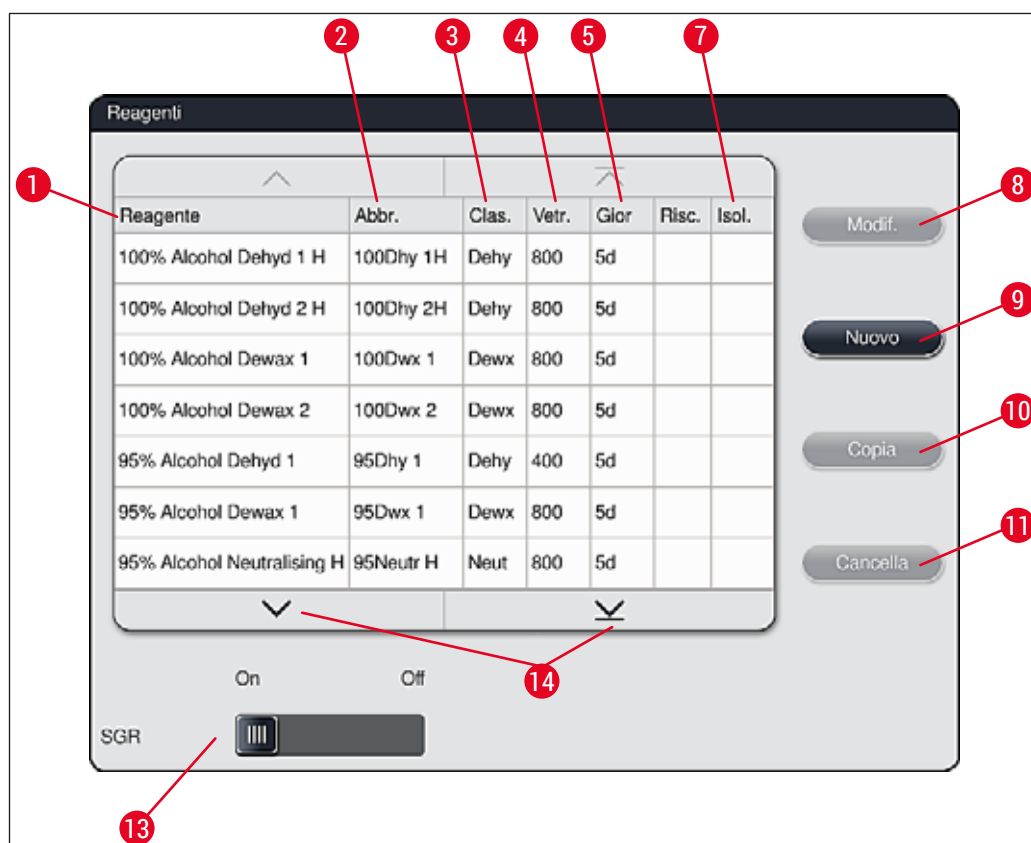

Fig. 36
- Nell'elenco reagenti (→ "Fig. 36") selezionare il reagente da copiare toccandolo e **premere** il pulsante **Copia** (→ "Fig. 36-10").
- Nell'elenco reagenti (→ "Fig. 36") selezionare il reagente da modificare toccandolo e premere il pulsante **Modifica** (→ "Fig. 36-8").